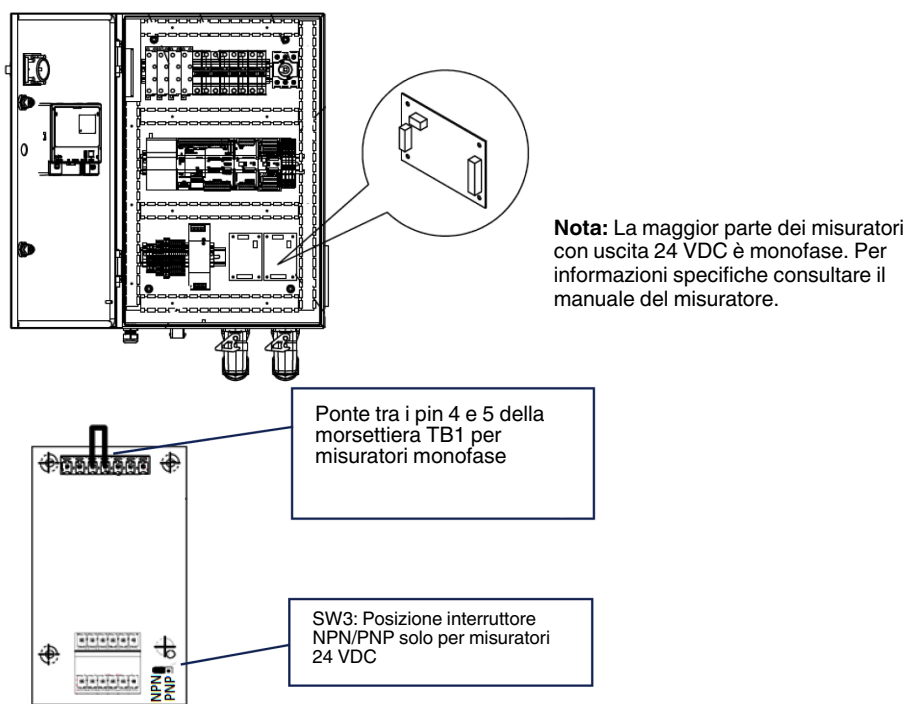

Figura 3-5 Impostazioni della scheda del misuratore
**Nota:** La maggior parte dei misuratori con uscita 24 VDC è monofase. Per la configurazione della scheda misuratore per misuratori monofase vedi la guida nella figura 3-5.
SW3 - Si usa per selezionare il tipo d'ingresso quando si usano gli ingressi 24 VDC (NPN o PNP). Vedi figura 3-5. Questo ponte non ha nessun effetto sugli ingressi 5 VDC. Se si usa un line driver per azionare l'ingresso, impostare su PNP. I misuratori TruFlow normalmente venduti con il controller TruFlow Flex sono tutti con uscita 5 V, per cui il cambio di questo ponte non ha effetto in tali casi. Impostazione di fabbrica: PNP.
Funzionamento monofase - Per il funzionamento monofase si deve mettere un ponte tra i pin 4 e 5 su TB1, come illustrato nella figura 3-5.